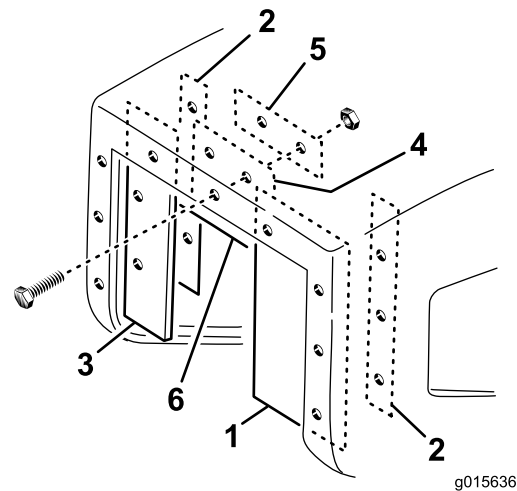

Bild 23
1. Befestigen Sie das breite Schutzblech mit einem langen Flachmaterial, drei Schrauben (Nr. 10 x 1") und Bundmutter (Nr. 10) an der rechten Innenlippe der Füllkastenöffnung, wie in Bild 23 abgebildet.
2. Befestigen Sie das schmale Schutzblech mit einem langen Flachmaterial, drei Schrauben (Nr. 10 x 1") und drei Bundmutter (Nr. 10) an der linken Innenlippe der Füllkastenöffnung, wie in Bild 23 abgebildet.
4. Befestigen Sie das obere Schutzblech mit einem kurzen Flachmaterial, zwei Schrauben (Nr. 10 x 1") und zwei Bundmutter (Nr. 10-24) an der oberen Innenlippe der Füllkastenöffnung, wie in Bild 23 abgebildet.